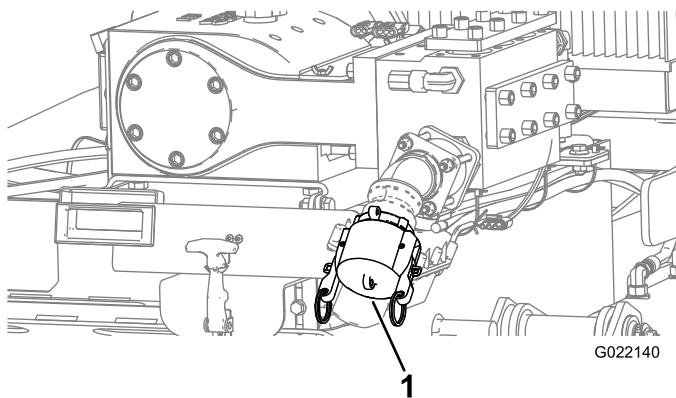

Bild 152
- C. Stellen Sie sicher, dass der Deckel am Einlass der Bohrflüssigkeitspumpe angebracht ist (Bild 152).